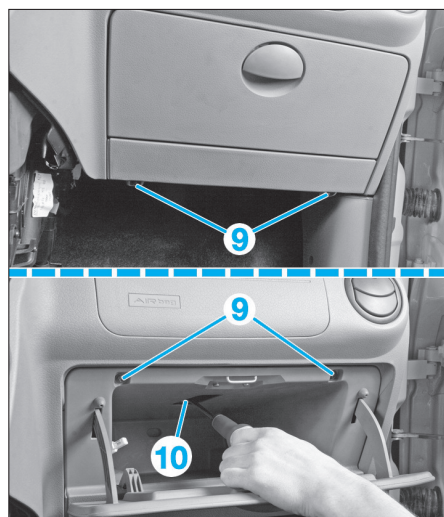

FIG. 25
- Déposer les vis de fixation (9) et (10) (Fig.25), extraire la boîte à gants.